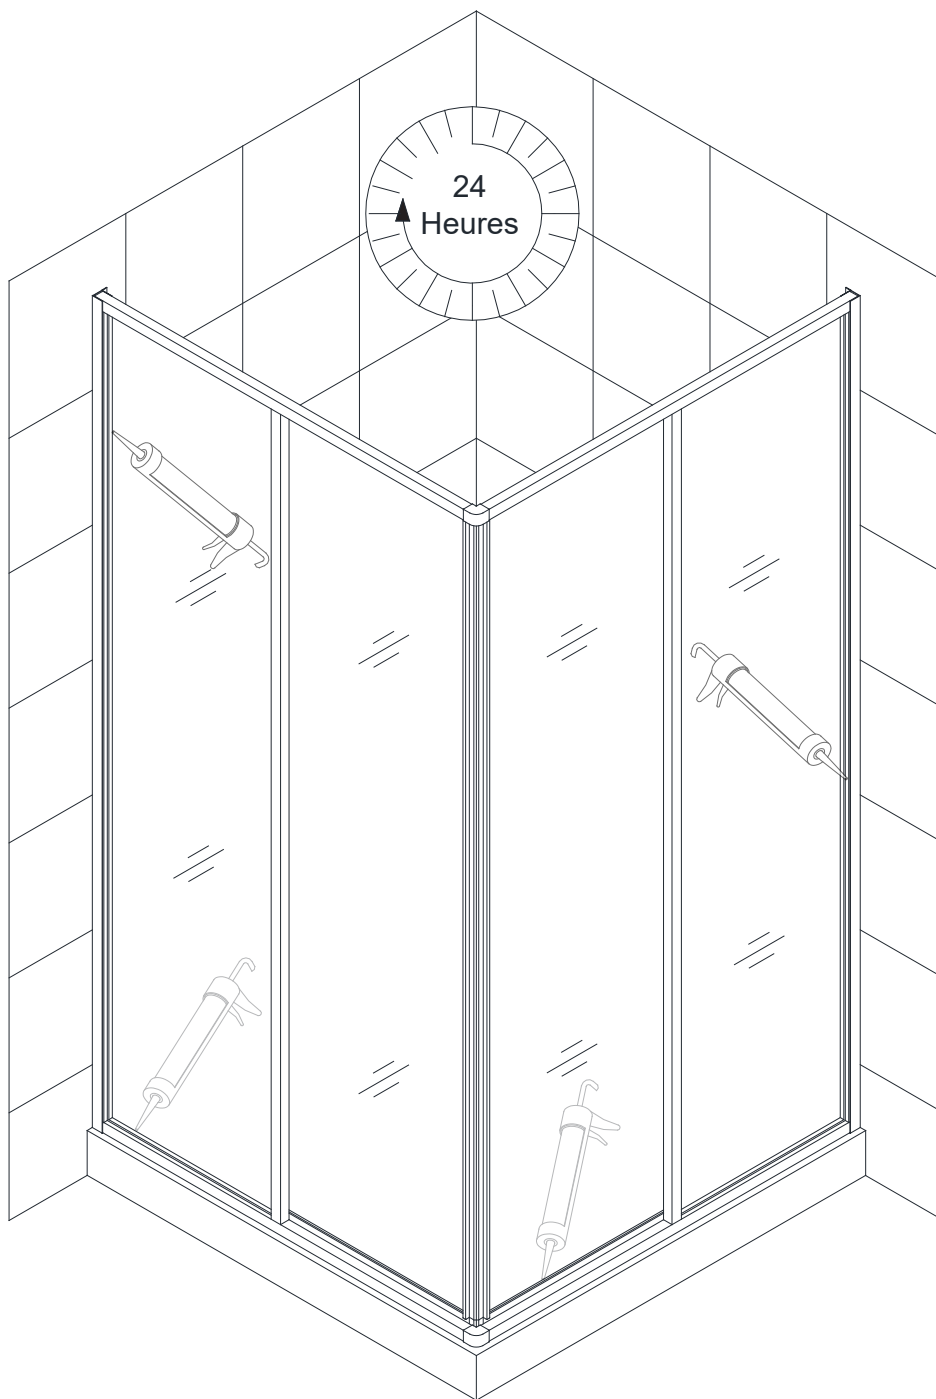

Fig 7
7. Utilisez un silicone résistant à la moisissure de bonne qualité pour sceller les jonctions entre les Profils Muraux et les murs, et là où le Rail du Bas atteint le seuil. **(Fig 7)**